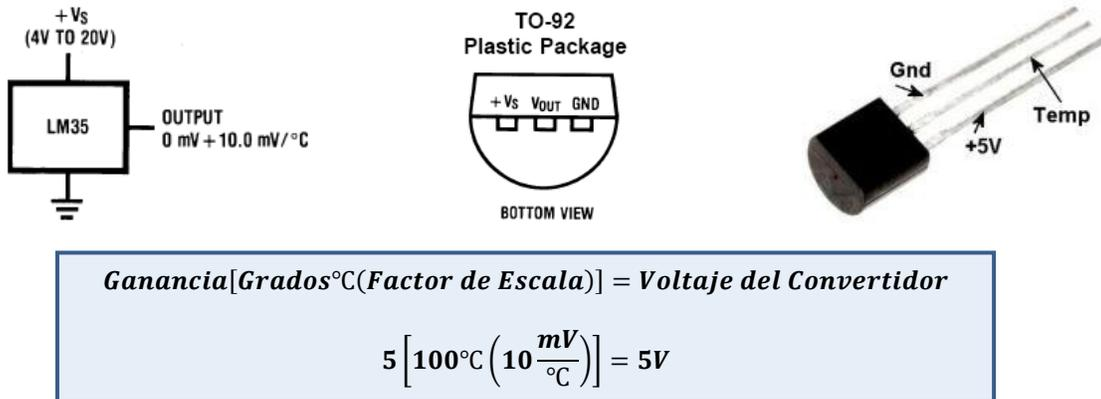

Figura 8.3. Características del sensor de temperatura LM35D.
- El sensor empleado puede medir temperaturas de 0°C a 100°C, con un rango de voltaje en su salida de 0V a 1000mV. Debido a que el convertidor se empleará con un voltaje de referencia máximo de 5V entonces se requiere que la señal del sensor se amplifique 5 veces para obtener un rango de 0V a 5V. Los detalles correspondientes al sensor de la práctica se pueden ver en la figura 8.3.
- Por último, el circuito debe contar con una sola señal de selección para elegir si la temperatura se muestra en Celsius (°C), Fahrenheit (°F) o Kelvin (K) de forma cíclica.